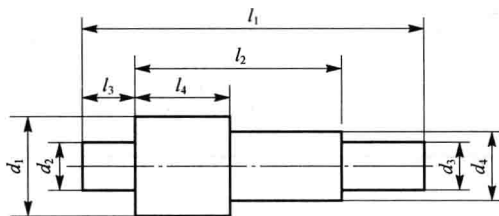

图 1-9 小轴
(4)指出下列工艺过程中的工序、安装、工位及工步。小轴(坯料为棒料)如图 1-9 所示,加工顺序如下: